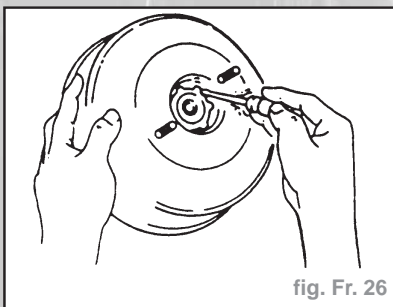

fig. Fr. 26
- La retenue, utiliser un tournevis (fig. Fr. 26).